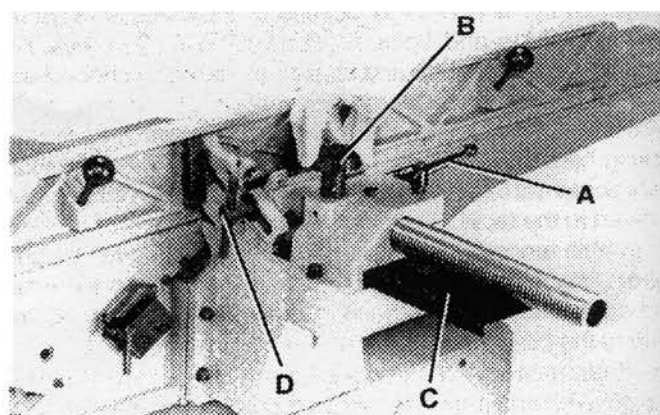
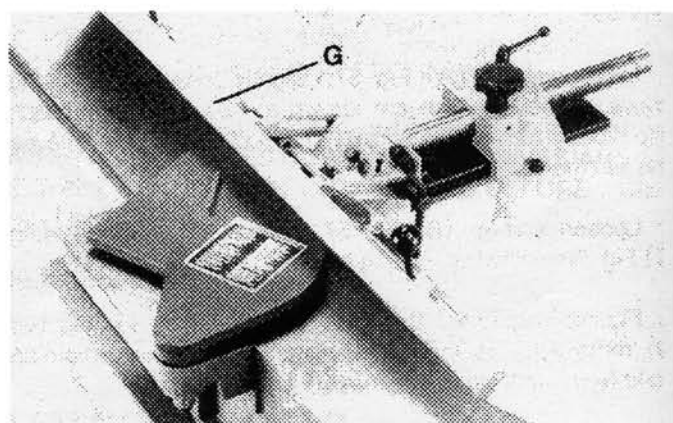

FIGURE 34
FIGURE 36
1. Pour déplacer le guide à travers la table, désérrez la poignée de verrouillage (A) Fig. 34, et tournez le bouton (B) jusqu'à ce que le guide soit dans la position désirée; serrez la poignée de verrouillage (A). Quand vous déplacer le guide sur la table, le garde de la tête de coupe arrière (C) Fig. 34, vous protège de la tête de coupe.
2. Pour incliner le guide vers la droite ou vers la gauche, désérrez la poignée de verrouillage (D) Fig. 34. Inclinez et serrez la poignée de verrouillage (D). **IMPORTANT:** Quand vous effectuez des coupes en biseau et l'angle est petite, il y a peu de différence si le guide est inclinée vers la droite ou vers la gauche; mais, à des angles près de  $45^\circ$  il sera plus difficile de tenir la pièce de travail fermement contre le guide (F) avec le guide incliné vers la droite. Dans ces cas, le guide devrait être incliné vers la table, tel qu'illustré à la Fig. 36.